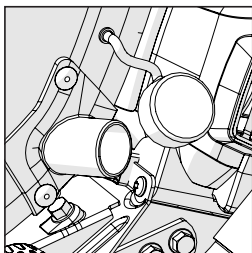

FIG. 13
- Retirez le capuchon en caoutchouc du port d'aspiration des poussières (Fig. 13) et rangez-le dans un endroit sûr pour pouvoir le réinstaller plus tard.